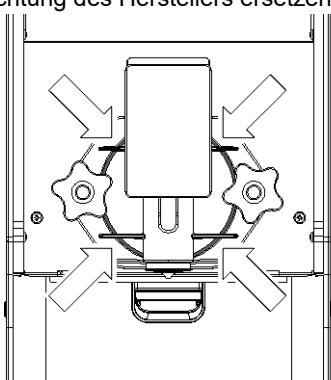

Bild 28
- 1 Täglich:** Den Dispenser kontrollieren und sicherstellen, dass bei der Dichtung der Ausgabeeinheit keine Produktverluste vorliegen. Falls Verluste festgestellt werden, zuerst kontrollieren, ob der Dispenser korrekt montiert ist. Anschließend überprüfen, ob die Dichtung defekt oder abgenutzt ist. Sie in diesem Fall durch eine Originalersatzdichtung des Herstellers ersetzen. (vo Bild 28)